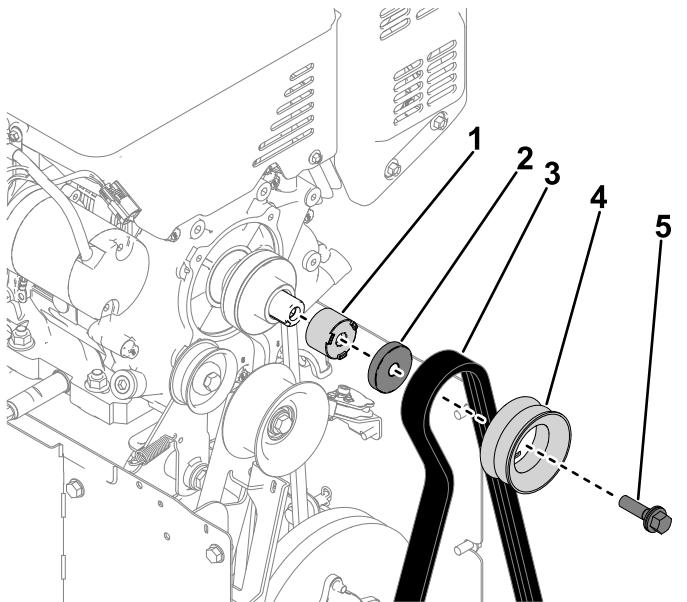

Рисунок 7
2. Отверните болт с буртиком (7/16 x 1 $\frac{3}{4}$ дюйма), который крепит шкив рабочего колеса к коленчатому валу. Снимите шкив, ремень шнека, опору шкива и разделительный шкив с коленчатого вала (Рисунок 7).